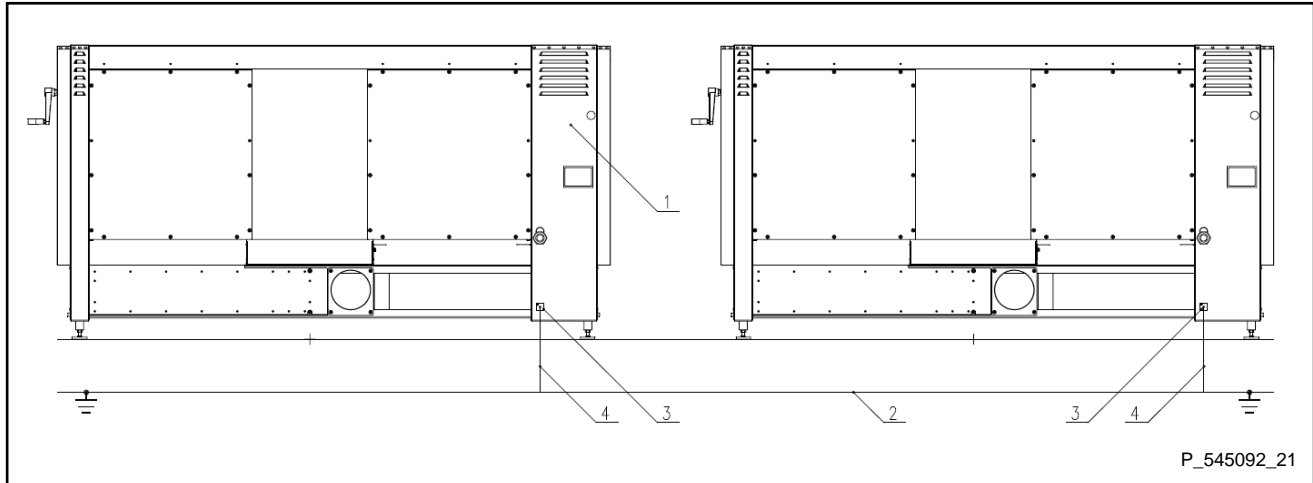

Figura 3.6.E.
- Figura 3.6.E. – connessione multipla di protezione delle macchine